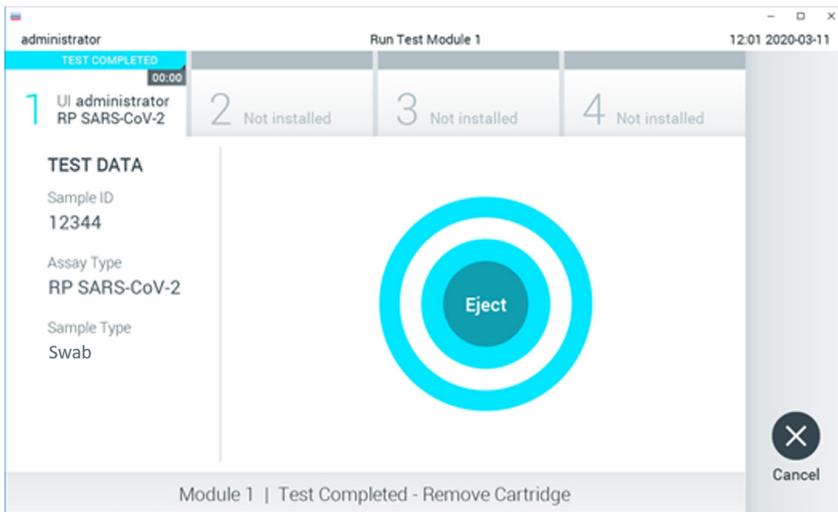

Figura 16. Visualización de la pantalla Eject (Expulsar).
14. Una vez finalizada la prueba, aparecerá la pantalla Eject (Expulsar) (figura 16) y la barra de estado del módulo mostrará el resultado de la prueba como una de las siguientes opciones: